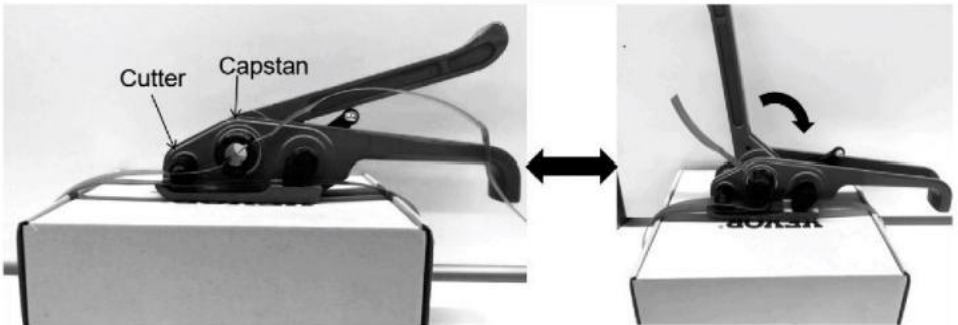

Abb.2 Abb.3
2. Legen Sie die Umreifungsstreifen verpackt in die Schneidemulde Und Die Ankerwinde Trog, siehe Abb. 2.
3. Betätigen Sie diese Spannstange wiederholt von Abb.2 bis Abb.3, die Umreifung Wille Sei festgezogen.